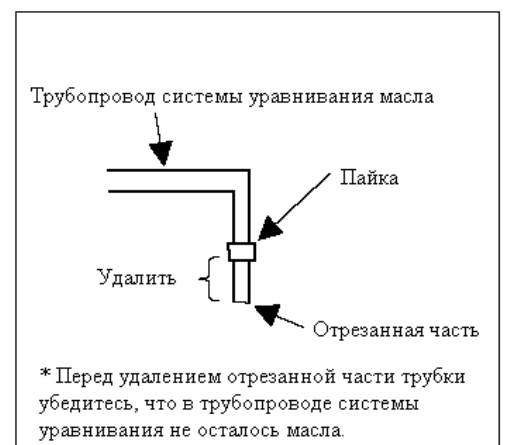

Рис. 2
6. Убедитесь, что в трубопроводе системы уравнивания не осталось масла (см. Рис. 2), и отделите отрезанную часть трубки с помощью газовой горелки.